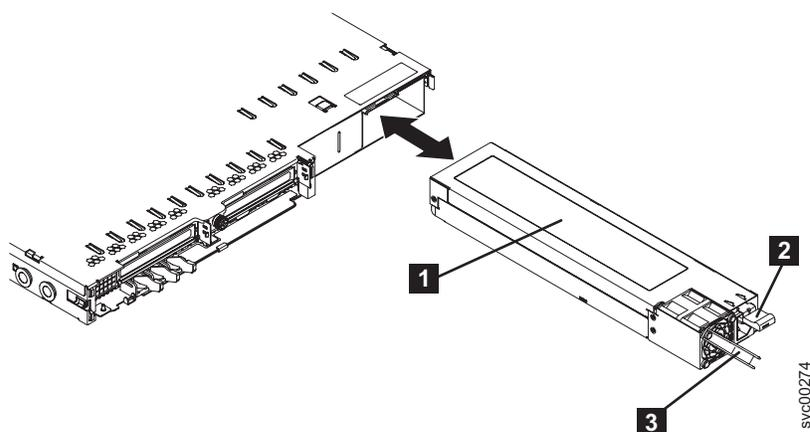

図 129. SAN ボリューム・コントローラ 2145-8G4 電源機構
1. 電源機構の後部のハンドルをつかんで (図 129 を参照)、所定の位置でカチッと音がするまで、電源装置をノードに向かって前方に完全にスライドさせます。